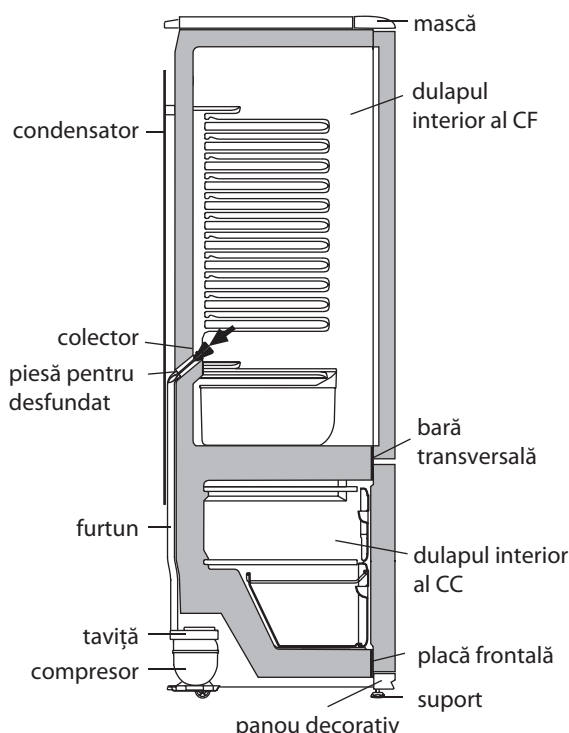

Figura 5 — Schema scurgerii apei rezultate în urma topirii din CF
3.5.1 În CF se folosește un sistem automat de dezghețare. Bruma, care apare pe peretele din spate a CF, după deconectarea compresorului care lucrează în ciclu, se topește și se transformă în picături de apă. Picăturile de apă rezultată în urma topirii se scurg în colector, apoi prin gaura acestuia și prin furtun - în taviță de pe compresor, în conformitate cu figura 5 și se evaporă. Gaura colectorului este dotată cu o piesă pentru prevenirea înfundării sistemului de drenaj.
Prezența apei în colector indică înfundarea sistemului de drenaj. Pentru eliminarea înfundării folosiți piesa corespunzătoare și curățați gaura colectorului, astfel ca apa să se scurgă liber în taviță, apoi spălați piesa și instalați-o în conformitate cu figura 5.
SE INTERZICE să utilizați frigiderul cu sistemul de scurgere înfundat. Apa care a apărut la baza CF sau care a ajuns în locul de alăturare a barei transversale și a dulapului interior al CF, în conformitate cu figura 5, poate provoca coroziunea dulapului exterior al frigiderului și elementelor agregatului frigorific, defectarea izolației termice, formarea crăpăturilor dulapului interior și defecțiunea frigiderului.
SE INTERZICE dezghețarea CC fără utilizarea elementului pentru drenare. Apa rezultată în urma topirii care se scurge din cameră afară de elementul pentru drenare, pătrunzând în locul de alăturare a plăcii frontale la dulapul interior în conformitate cu figura 5, poate provoca coroziunea dulapului exterior al congelatorului și a elementelor agr-